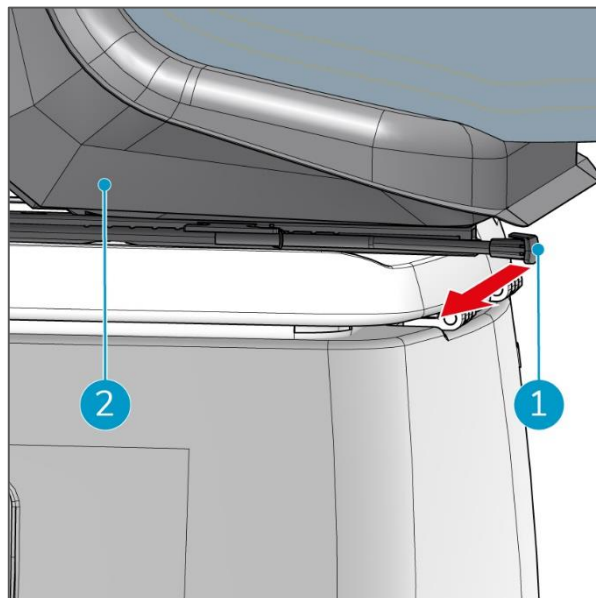

Figura 21
2. Tirare lateralmente la leva del sedile (Figura 21, pos 1).
3. Spostare il sedile (Figura 21, pos 2) in avanti o indietro fino a quando non ci si sente a proprio agio al volante.